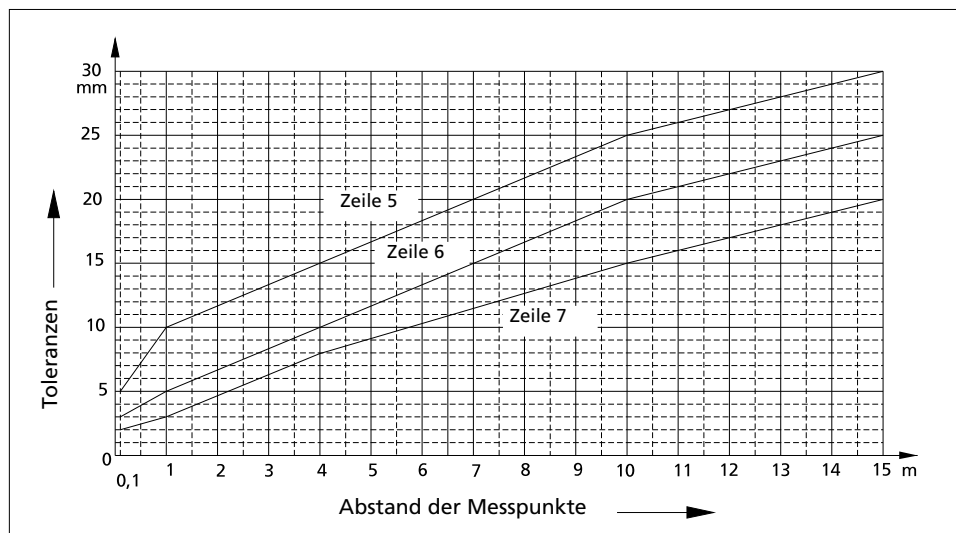

Abb. 27.2
* Zwischenwerte der Abb. 27.2 entnehmen und auf ganze mm runden